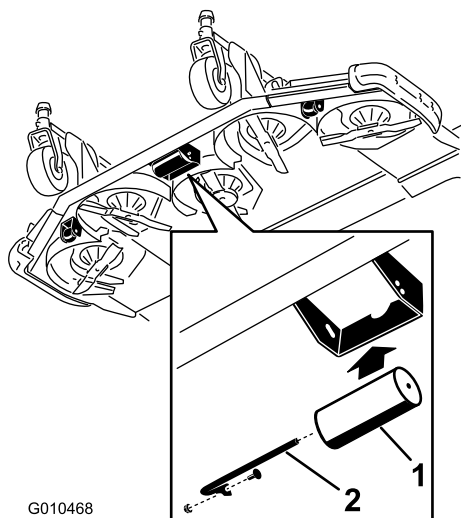

Рисунок 31
2. Извлеките вал из нижних отверстий кронштейна, совместите валик с верхними отверстиями и вставьте вал (Рисунок 31).